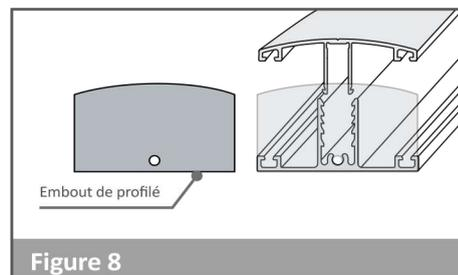

Figure 8
7. Mise en place des embouts de profilés servant de butée aux plaques PCMW. Ces embouts sont fixés par vis type «Parker» Ø 5 autotaraudée dans le couvre-joint clipsé (figure 8).